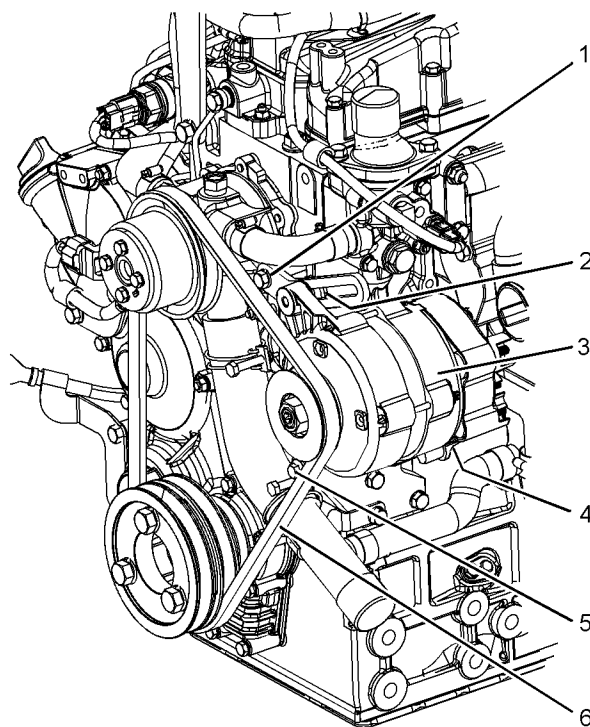

図 49
- オルタネータベルト(6) をオルタネータ(3) , ウォータポンププーリ, およびクランクシャフトプーリに配置します。オルタネータベルトがオルタネータプーリ, ウォータポンププーリ, およびクランクシャフトプーリに正しく配置されていることを確認してください。図49を参照してください。
- オルタネータ(3) をスライドさせてエンジンから遠ざけ、ベルト(6) を適切な張力で締め付けます。